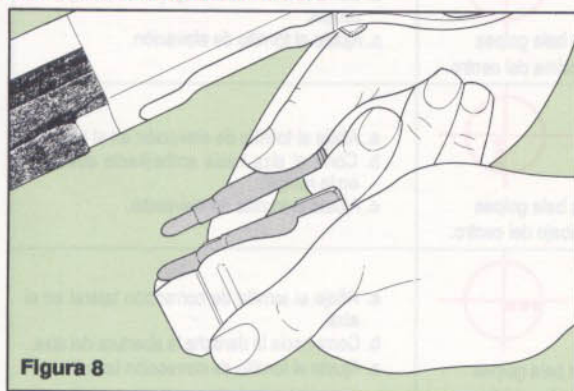

Figura 8
8. Introduzca en el cargador cuatro cartuchos del calibre correcto, uno a la vez. Mantenga las balas alineadas en la dirección de la recámara. Vea la Figura 8.